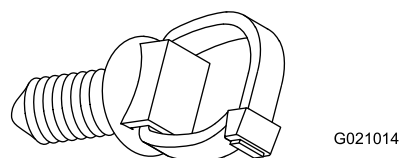
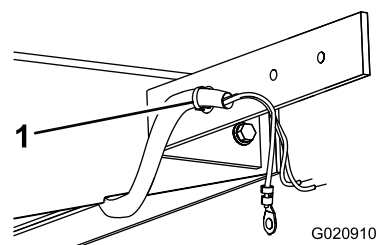

Figure 2
Figure 3
1. Poussez le clip sapin pré-installé (Figure 2) sur le côté le plus court du faisceau de câblage (avec le câble jaune) dans le trou le plus proche de la machine, du support de feu gauche (Figure 3).
le plus proche de la machine, du support de feu droit (Figure 3).